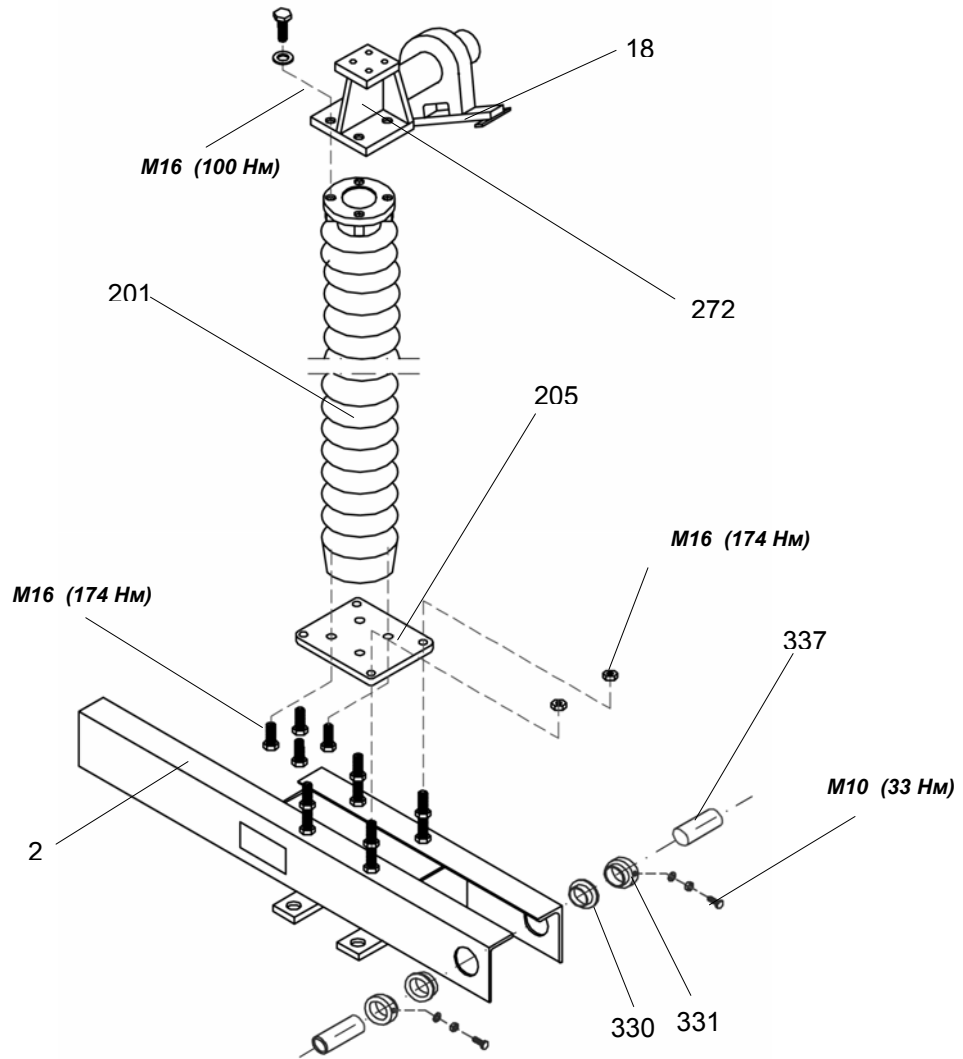

Рисунок 6: Монтаж изолятора и опоры контакта заземлителя (расстояние между отверстиями в нижней части изолятора $\varnothing 127$ мм)
4. Если расстояние между отверстиями в нижней части изолятора равно $\varnothing 127$ мм, сначала следует привинтить переходную пластину (205) к изолятору а затем установить узел на основании [рис.6]